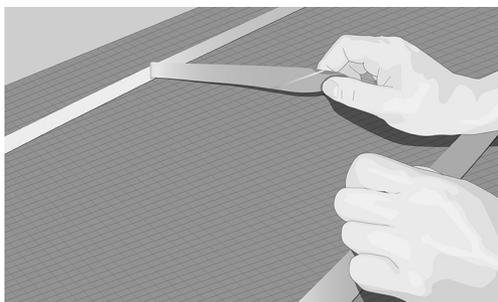

Fig. 10. Appliquer du ruban adhésif double face et retirer sa protection
8. Utiliser de la colle thermofusible, du ruban adhésif double face ou tout autre produit approprié pour fixer le câble à la surface du sol à des intervalles de 30 à 40 cm pour qu'il soit suffisamment attaché (Fig. 10).